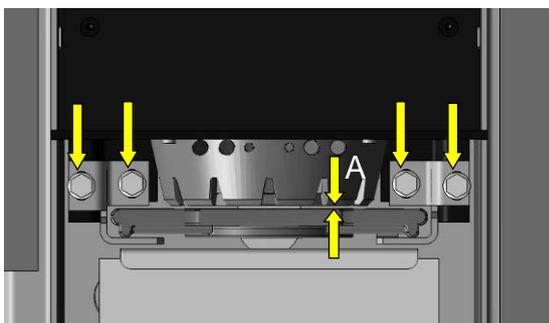

Fig. 21 : distance grille en fonte - pot brûleur
2. Vérifiez la distance verticale (A) entre le pot brûleur et la grille en fonte (Fig. 21). La distance doit être inférieure à 1 mm. Le cas échéant, réglez la fente / distance. À cet effet, desserrez les quatre vis indiquées par les flèches.